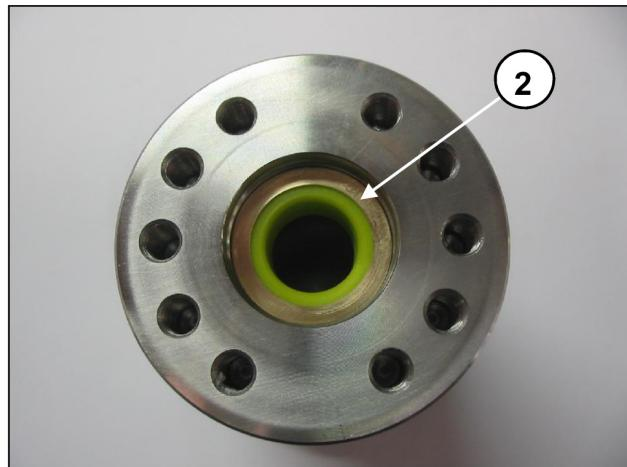
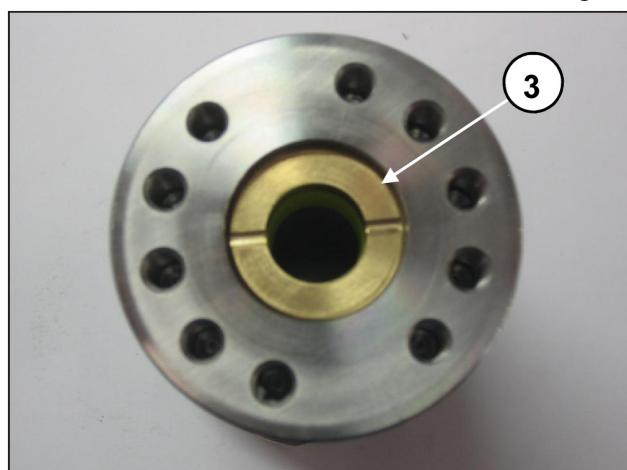
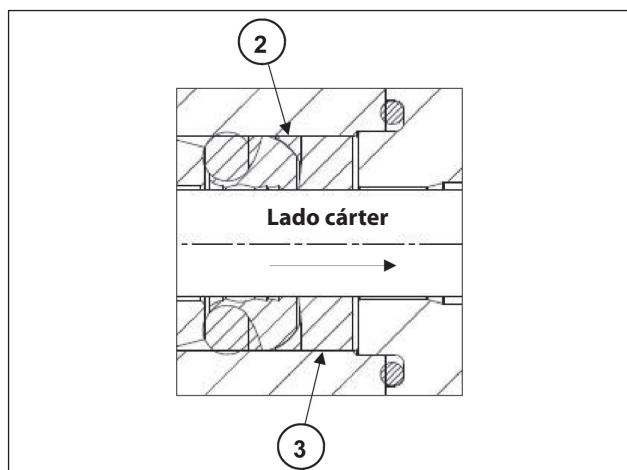

Fig. 41
Fig. 42
Fig. 43
- Introducir la anilla anti-extrusora ② y el casquillo de las juntas ③ como se indica en la Fig. 41, la Fig. 42 y la Fig. 43. El casquillo de las juntas ③ se ha de introducir en la camisa con las descargas orientadas hacia el exterior (lado cárter) como se indica en la Fig. 42 y la Fig. 43.